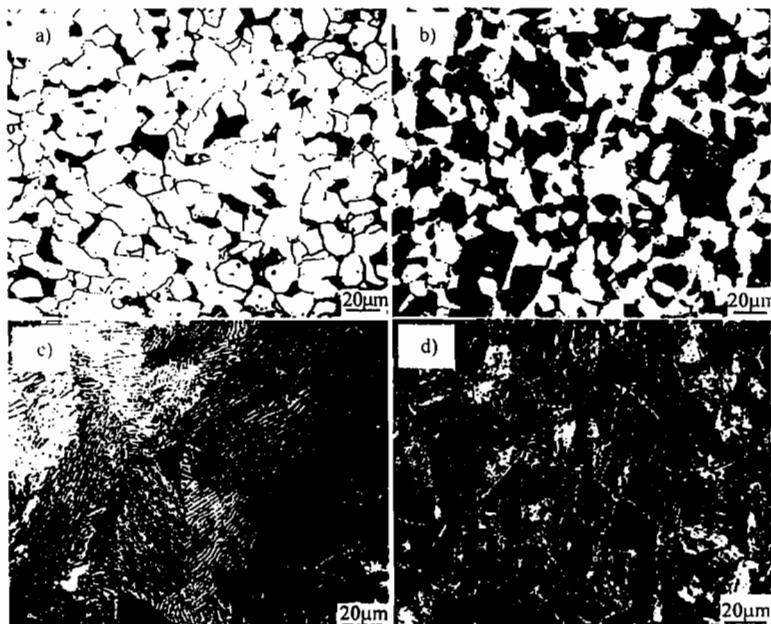

图 25-3 第三题第 4 小题图
4. (8 分) 图 25-3 所示为四种不同碳含量的碳钢的室温平衡组织，试估计它们各自的碳质量百分数 w_C 。